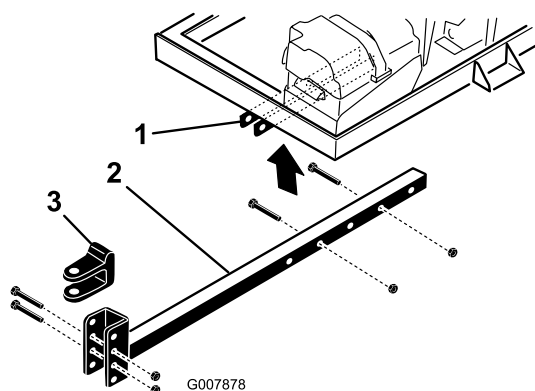

Figura 7
- Inserite il tubo dell'attacco di traino nelle staffe del telaio (Figura 7). Fissate il tubo al telaio con 2 bulloni (3/8 x 3 pollici) e dadi flangiati (3/8 pollice).
- Togliete i bulloni e i dadi di bloccaggio che fissano l'uncino dell'attacco di traino (Figura 7) al tubo dell'attacco stesso.
- Rimuovete i bulloni e i dadi che fissano il tubo dell'attacco di traino alle staffe del telaio (Figura 7).